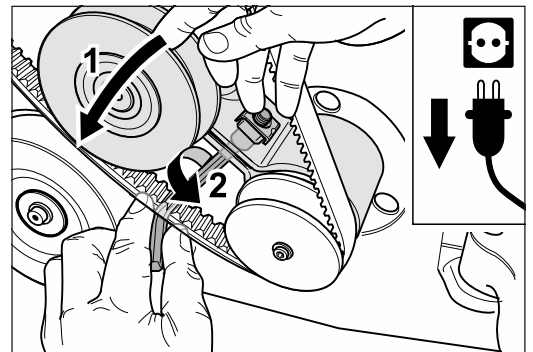

Abb. 72 Zum Spannen des Keilriemens für den Ventilator den Riemenspanner verdrehen (1) und die Klemmschraube anziehen (2).
- 11 Drehen Sie den Riemenspanner nach links und spannen Sie damit den Keilriemen für den Ventilator (Abb. 72, 1). Halten Sie den Keilriemenspanner in seiner Position fest und ziehen Sie gleichzeitig die Klemmschraube am Riemenspanner sorgfältig fest (Abb. 72, 2).